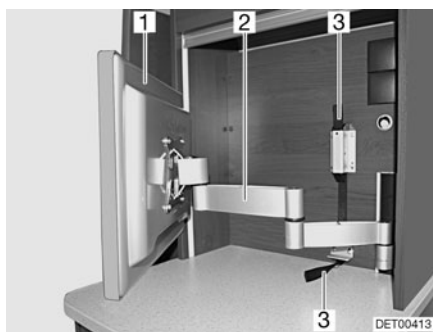

Fig. 56 Ecran plat à bras articulé
- Tirer sur le ruban textile (Fig. 56,3) pour déverrouiller le bras articulé (Fig. 56,2).
- Tourner l'écran plat (Fig. 56,1) dans la position désirée.